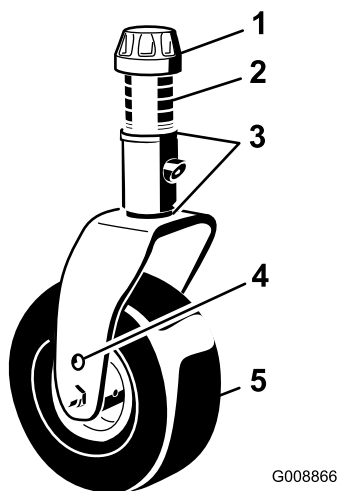

Figure 32
3. Ajoutez ou retirez des cales de 3 mm sur la fourche d'une ou de plusieurs roues pivotantes pour que la hauteur de coupe corresponde à celle indiquée sur l'autocollant (Figure 32) ; voir Réglage de la hauteur de coupe \(page 29\).